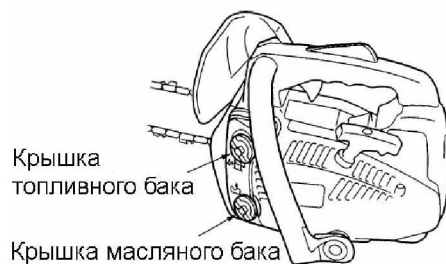

Рис. 6.
1. Залейте топливную смесь в топливный бак и масло для цепи в масляный бак соответственно. Плотно закрутите крышки баков. **См. Рис. 6.**